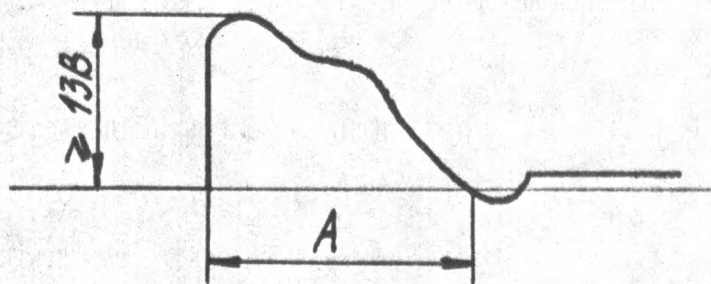

РИС. 7.7
7.2.8.3. ПЕРЕКЛЮЧИТЕ ВИДЕОМАГНИТОФОН В РЕЖИМ "ПАУЗА" И НАЖМИТЕ КНОПКУ "ПОИСК". С ПОМОЩЬЮ РЕЗИСТОРА А5-R215 УСТАНОВИТЕ ДЛИТЕЛЬНОСТЬ ИМПУЛЬСА $A = (4,6 \pm 0,2)$ МС, КАК ПОКАЗАНО НА РИС. 7.7.